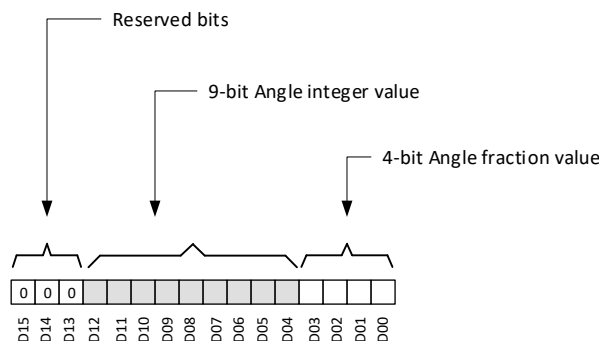

图 6-17. 角度数据定义
TMAG5273 会根据 **ANGLE_EN** 寄存器位设置来计算相对于一对磁轴的角度。图 6-17 显示了存储在 **ANGLE_RESULT_MSB** 和 **ANGLE_RESULT_LSB** 寄存器中的角度信息。位 D04 至 D12 存储 0 至 360 度的角度整数。位 D00 至 D03 位存储角度分数值。3 个 MSB 位始终填充为 b000。角度可以使用方程式 14 来计算。
- D_i 是图 6-17 中所示的数据位。